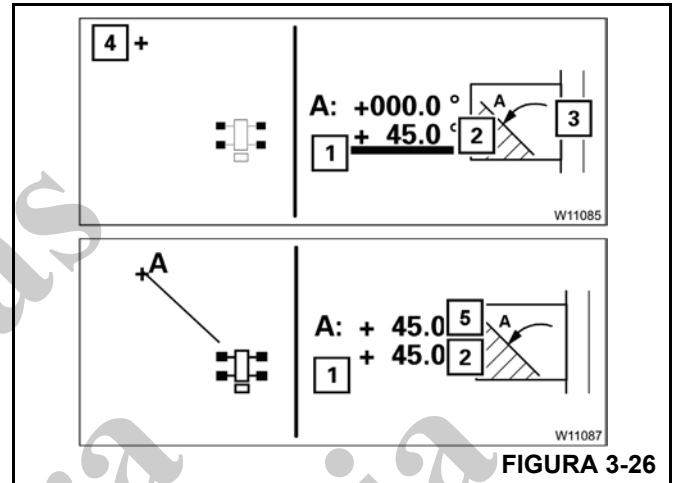

FIGURA 3-26
1. Pressione uma vez o botão (3) (Figura 3-26).
2. A barra (1) fica vermelha, modo de entrada ligado. Para cancelar a entrada, pressione o botão **Esc**.
3. Gire a lança principal (4) até o ponto de desligamento a partir da direita, por exemplo, valor (2) 45°.
6. O valor (2) é aceito como o valor-limite (5).
7. A barra (1) se apaga.